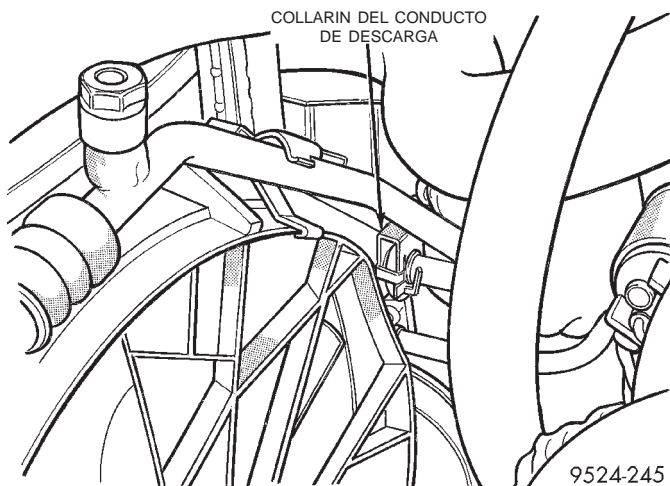
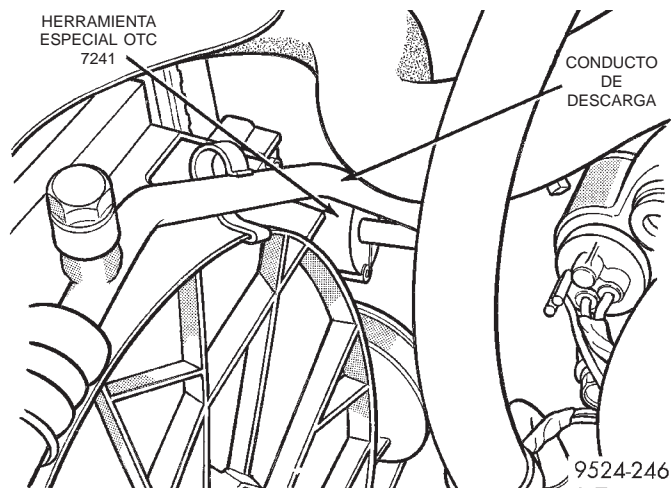

Fig. 32 Collarín de conexión rápida
Fig. 33 Herramienta especial para el conducto en el condensador
- (1) Retire el refrigerante del sistema de A/A usando una máquina de recuperación de refrigerante.
- (2) Desconecte el mazo del transductor de presión del A/A.
- (3) Retire el collarín de conexión rápida y desconecte la conexión rápida del condensador, usando el juego de herramientas especiales 7193 (Fig. 32) y (Fig. 33).